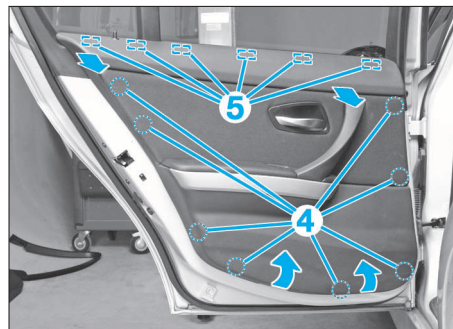

FIG. 64
- Dégager les clips (4) de garniture de porte en commençant par ceux du bas (Fig.64).
- Déclipper avec précaution la partie supérieure de garniture de la porte des agrafes (5).